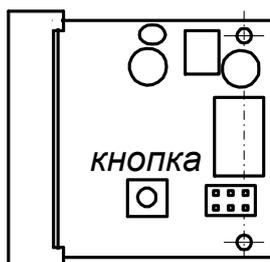

Рисунок 1 - Расположение кнопки калибровки
9.4.5 Нажать на кнопку (Рисунок 1), расположенную внутри прибора, и держать нажатой не менее 1 с. При этом производится запись измеренного значения в память микроконтроллера.